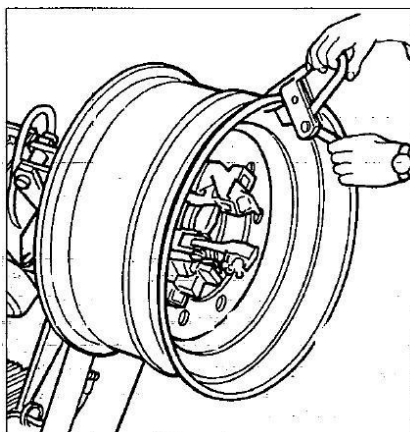

Fig. 7.8
- 3) Fäst PC-klämman på fälgens ytterkant på högsta punkten (se fig. 7.8).
- 3) Fäst PC-klämman på fälgens ytterkant vid den högsta punkten (se fig. 7.8).